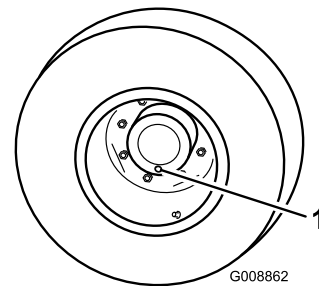

Figura 60
1. Con la macchina parcheggiata su una superficie piana, posizionate la ruota in modo che uno dei tappi di controllo/spurgo si trovi nella posizione più in basso (ore 6) (Figura 60).